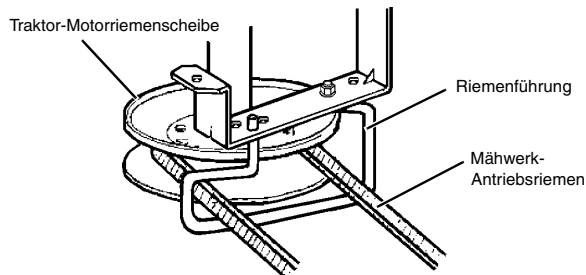
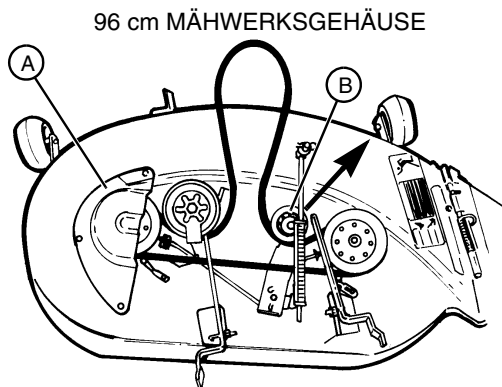

ABBILDUNG 38
ABBILDUNG 39
- An der linken Seite der Riemenführung nach unten ziehen und von der Motorriemenscheibe wegdrehen (siehe ABBILDUNG 38). Riemen auf der Motorriemenscheibe anbringen und Riemenführung wieder in die Ausgangsstellung bringen. Sicherstellen, daß sich die Führung im Loch befindet (siehe ABBILDUNG 38).
96 cm Mähwerksgehäuse (siehe ABBILDUNG 38 und ABBILDUNG 39):
107 cm Mähwerksgehäuse (siehe ABBILDUNG 38 und ABBILDUNG 40):
117 cm Mähwerksgehäuse (siehe ABBILDUNG 38 und ABBILDUNG 41):